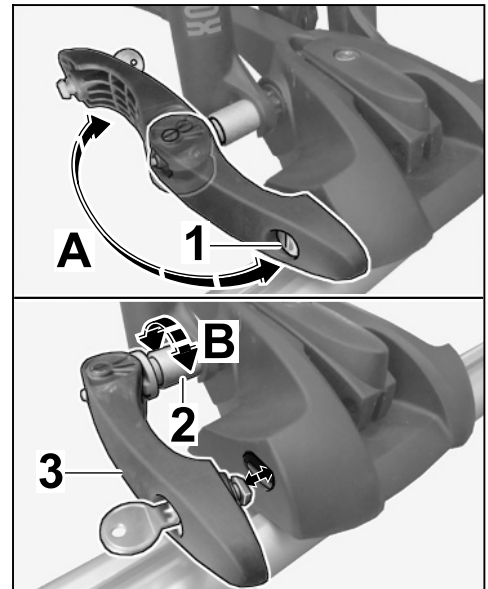

Bild 38
- 8.3.3 Spannhebel mit Schloss nach hinten schwenken (⇒ Bild 38 -A-).
- 8.3.4 Spannhülse gegebenenfalls etwas lösen (⇒ Bild 38 -B-)